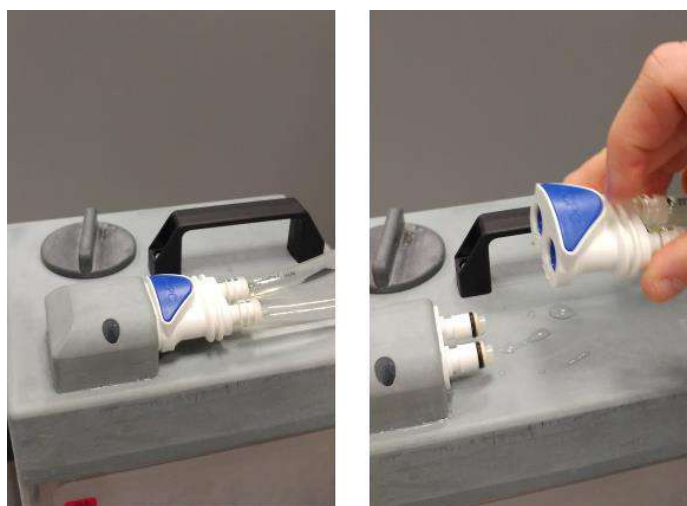

Figura 12-3
Step 5: Desligue os tubos. Ver Figura 12-3.
- Step 11: Certifique-se de que a mangueira do sistema de água está ligada à unidade frontal. Ver **Figura 12-3**